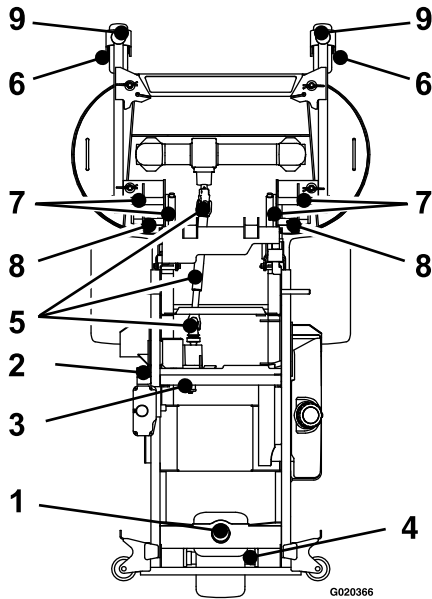

Figure 28
5. Graissez le bras de la poulie de tension de la courroie de pompe (Figure 28).